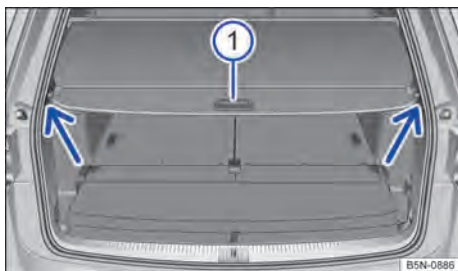

Fig. 175 No compartimento de bagagem: cobertura fechada do compartimento de bagagem.
- Puxar a cobertura do compartimento de bagagem um pouco para trás pelo manipulador → Fig. 175 ① e retirá-la da ancoragem, puxando-a para cima (setas). Conduzir a cobertura do compartimento de bagagem para frente.